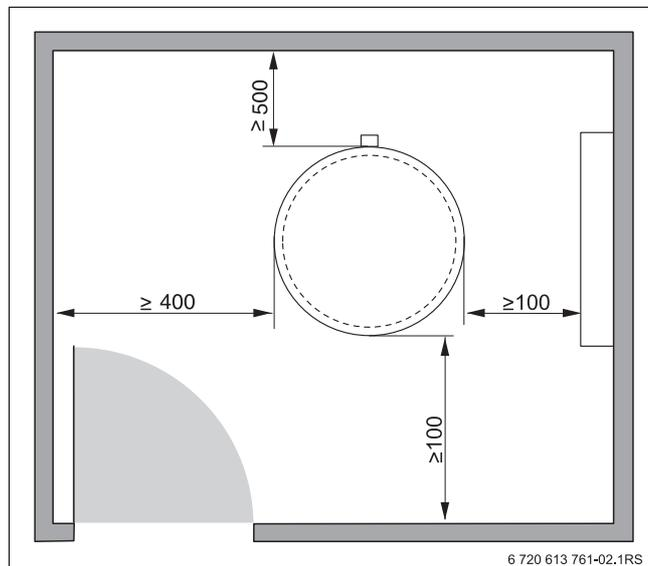

Fig. 4 Distanze minime dalle pareti adiacenti
- ▶ Mantenere la distanza minima dalla parete (→ fig. 4, pagina 6).